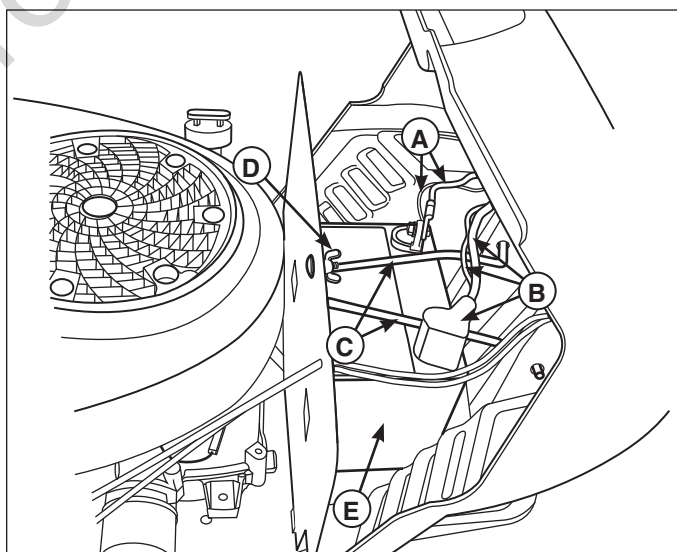

Figura 12
1. Desconecte los cables de la batería, en primer lugar el cable negativo (**A**, Figura 12) y, a continuación, la tapa y los cables positivos (**B**).